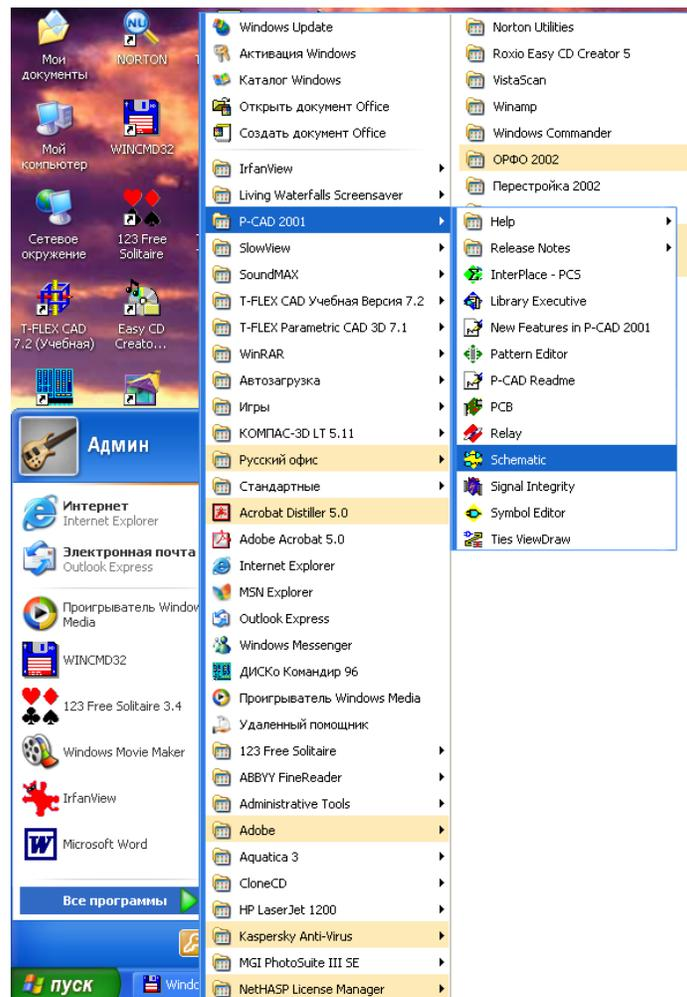

Рис. 3.1. Путь для запуска программы *Schematic*
Для создания схем электрических принципиальных в **P-CAD 2001** следует использовать программу **Schematic**. Чтобы ее активизировать, следует дать команду **Пуск | Программы | P-CAD 2001| Schematic** (рис. 3.1). При этом перечень доступных для Windows объектов (программ), указанных в первой и второй колонках, скорее всего, не будут совпадать с программным обеспечением, установленным на Вашем компьютере.
2. Произвести запуск программы **Schematic** (рис. 3.1).